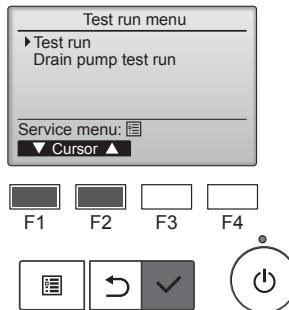

Fig. 7-2
- ② W menu ruchu próbnego wybrać pozycję "Test run" (Ruch próbny), a następnie naciągnąć przycisk [WYBIERZ]. (Fig. 7-2)
- ③ Rozpocząć się operacja ruchu próbnego i zostanie wyświetlony ekran operacji ruchu próbnego.